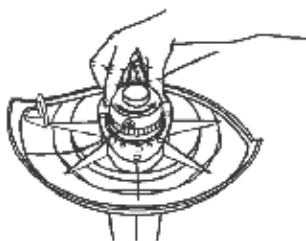

FIG. 1
1. Saque el carrete de la orilladora. Para hacerlo, sostenga la parte acanalada con una mano, presionando hacia abajo y girando el cabezal del carrete para desbloquearlo con la otra mano (Fig. 1 y 2).